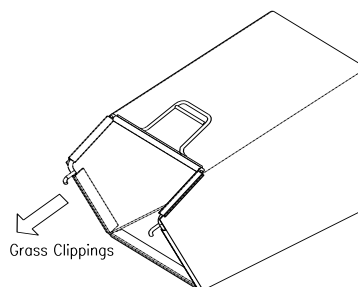

Рис. 9
- Установите сборник, одев крючки (рис. 9) рамки сборника на стержень (**Hook**) или отверстия под крышкой
### Опорожнение травосборника (см. рис. 9)
Внимание: Для проверки искры использовать только тестер зажигания 1 (рис. 9). Ни в коем случае не проверять на двигателе со снятой свечей.
Заменять свечу зажигания **через каждые 100 часов** работы или **каждый сезон**, в зависимости от того, что истечет раньше. Вы можете заказать ключ для свечи зажигания у любого Уполномоченного Сервисного Дилера Briggs & Stratton. Замечание: в некоторых районах местные законы требуют использования резисторной свечи зажигания для подавления сигналов зажигания. Если на данном двигателе была изначально установлена резисторная свеча зажигания, необходимо использовать для замены свечу зажигания того же типа. Зазор свечи зажигания 2 (рис. 9) должен составлять **0,76 мм**.
## Содержите двигатель в чистоте (см. Рис. 9)